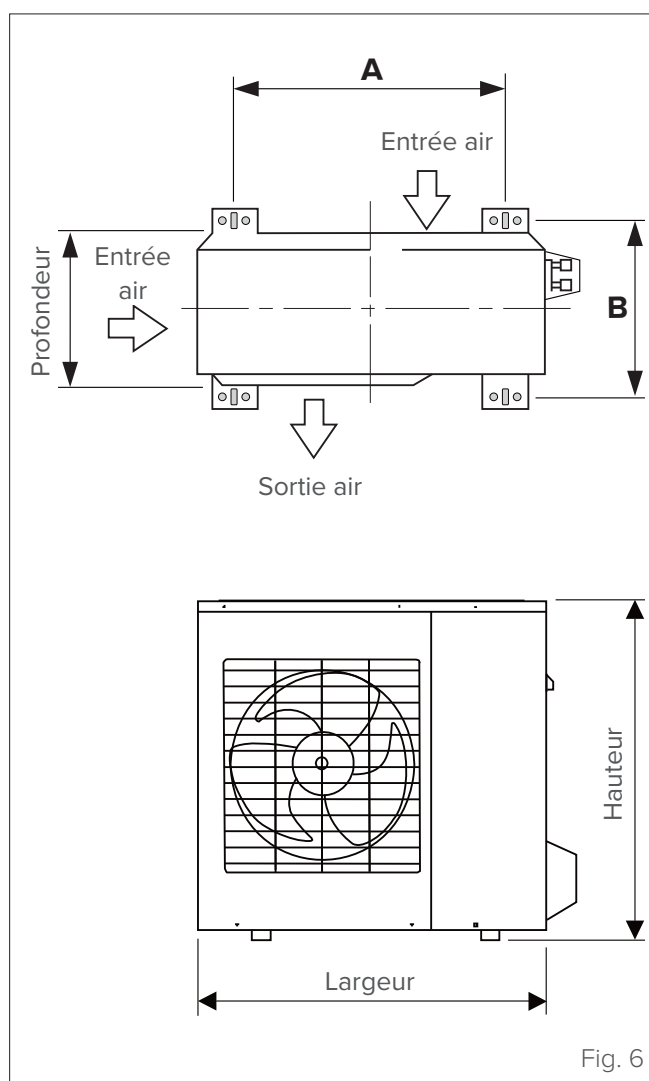

Fig. 6
- 1 Marquer les emplacements des trous pour les supports en fonction des mesures indiquées sur le schéma des dimensions de montage (voir "Fig. 6" »).